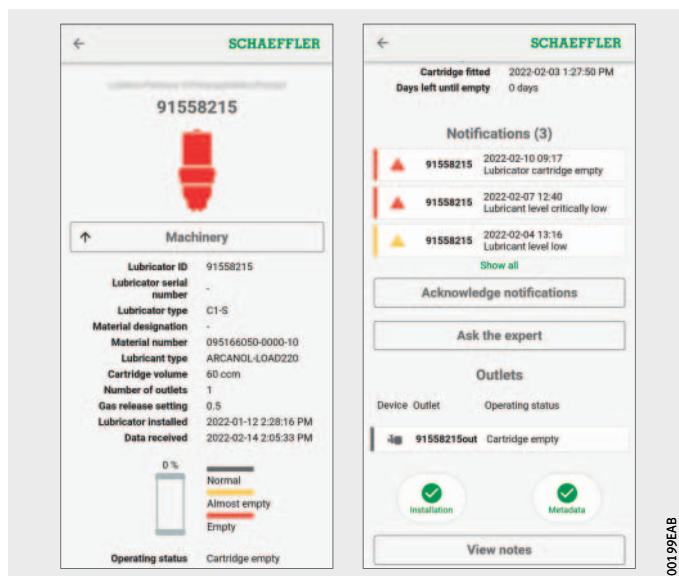

Figura 40
- ▶ Toque no botão **[Add Lubricator]** (adicionar lubrificador), *figura 40*, página 49, ou no botão **[Provision Lubricators]** (lubrificadores de provisionamento), *figura 30*, página 37.